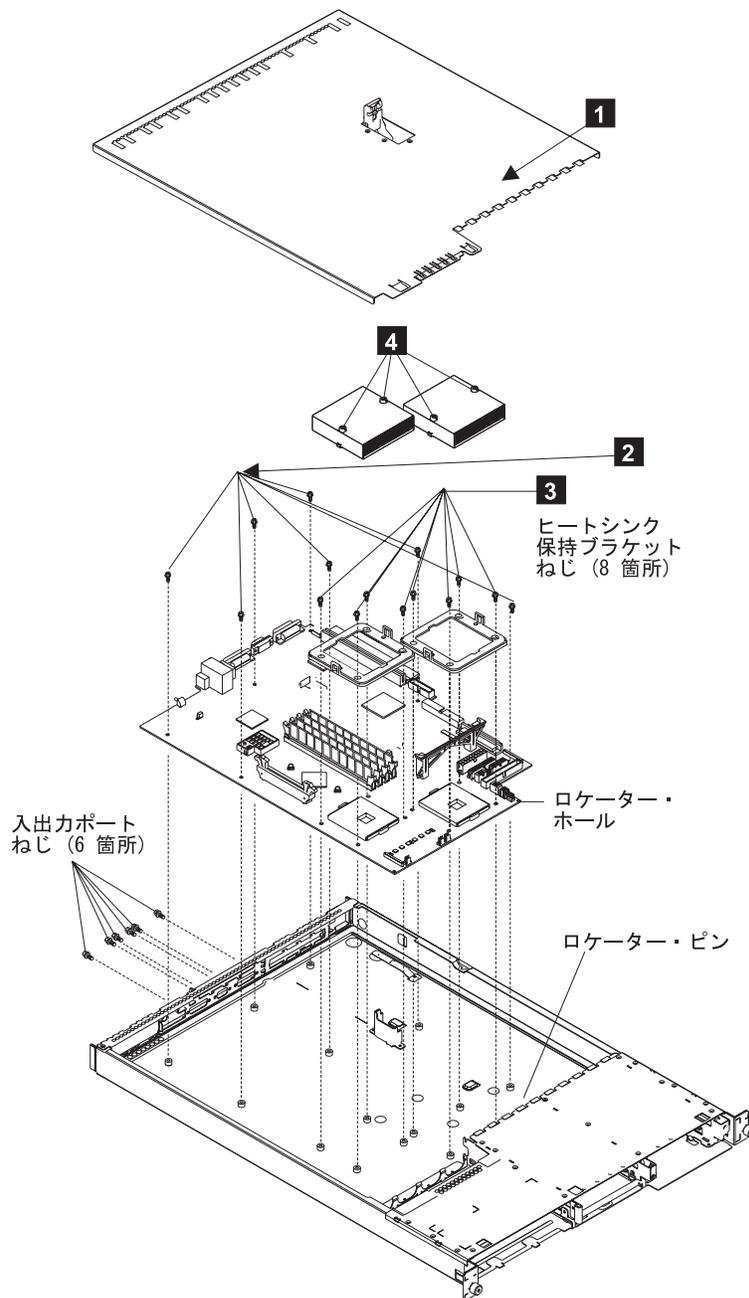

図54. システム・ボードの取り外し
3. SAN ボリューム・コントローラーの上部カバー1を取り外します。210 ページの図 54 を参照してください。